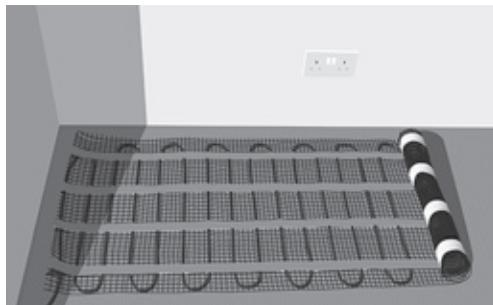
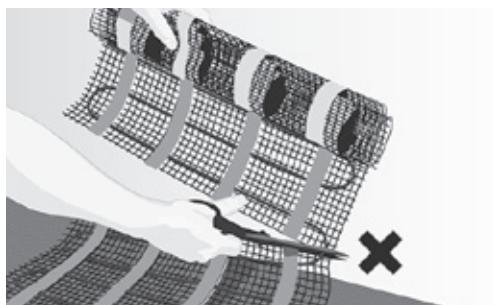
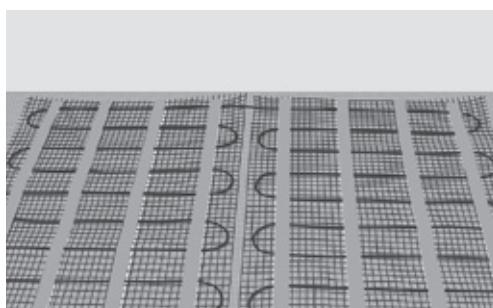

Fig. 4. Rul måtten ud
Fig. 5. Klip og drej uden at beskadige kablet
Fig. 6. Gulv dækket med måtte
- Rul måtten ud på gulvet med den dobbeltklæbende tape nedad, indtil du når væggen eller en forhindring (fig. 4). Klip nettet og drej måtten for at fortsætte udrulningen. Skær/klip aldrig i kablet (fig. 5). Gentag dette, indtil måtten er udlagt på gulvet (fig. 6).